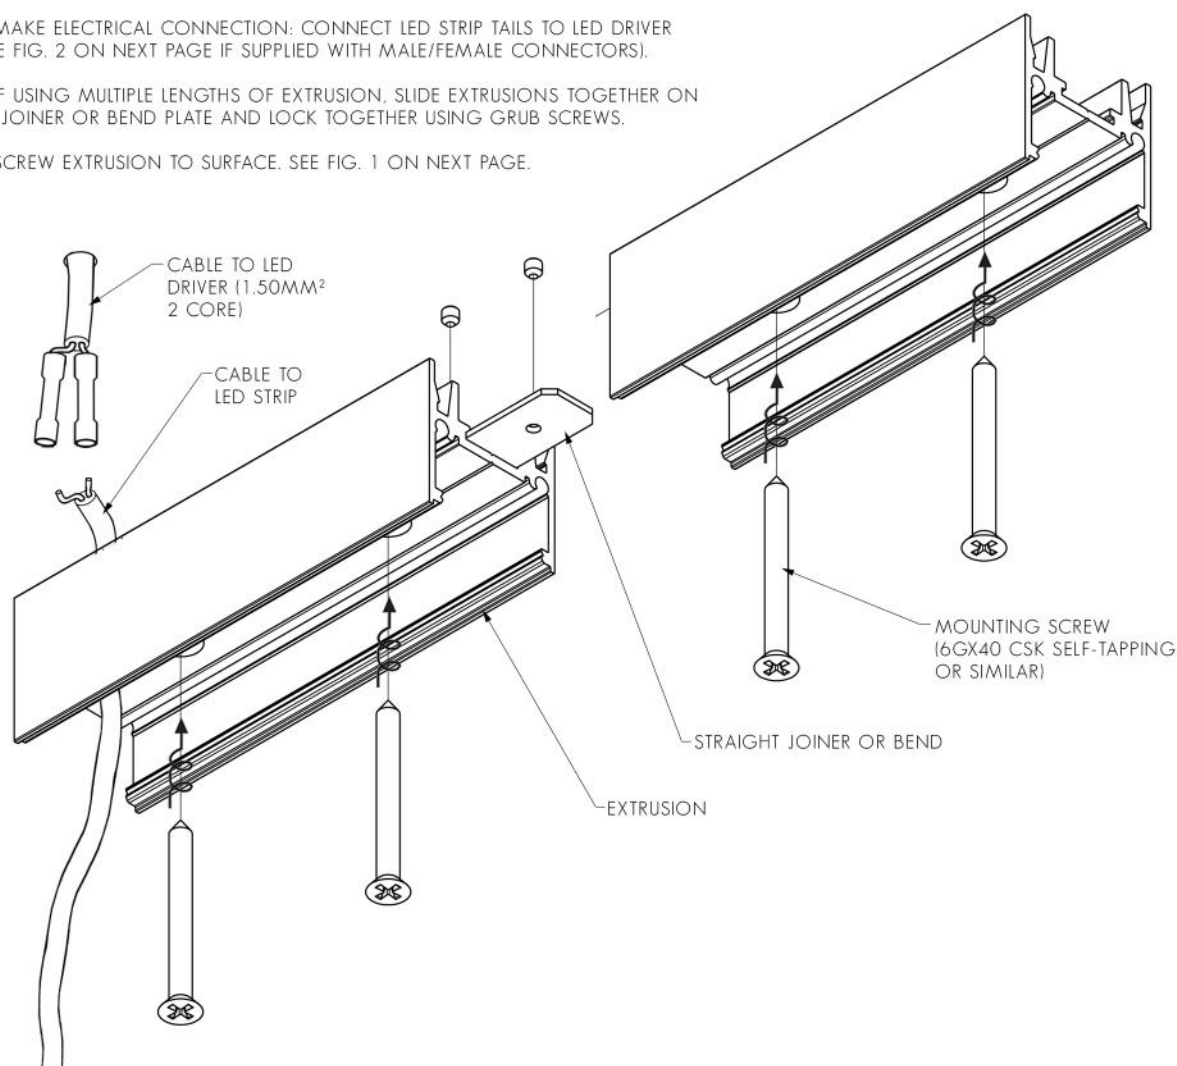

FIG. 1 - FASTEN CABLE USING CORD GRIP
4. SCREW EXTRUSION TO SURFACE. SEE FIG. 1 ON NEXT PAGE.